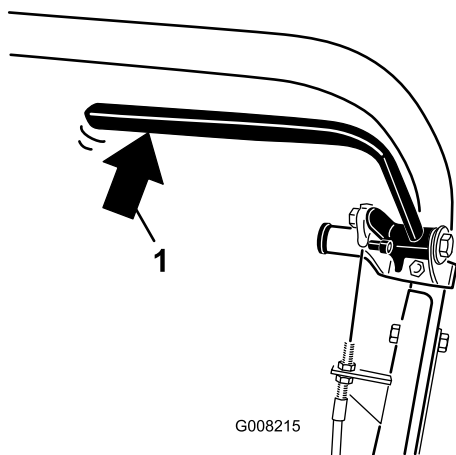

Figura 31
2. Utilizando uma balança de mola, pressione para trás na alavanca do travão de serviço (Figura 31). O travão de estacionamento deve libertar-se quando se atinge uma força de 13,5 a 18 kg. Se o travão de estacionamento se libertar antes de atingir 13,5 a 18 kg de força, é necessário um ajuste do cabo do travão. Proceda para o passo 3.